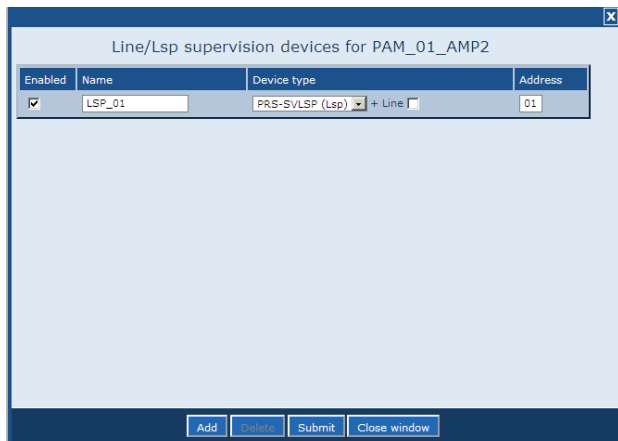

рисунок 44.18: Добавление контролирующего устройства, шаг 4
- 4 Нажмите кнопку *OK* для добавления контролирующего устройства к аудиовыходу усилителя мощности. Отобразится экран, подобный экрану, изображенному на рисунок 44.18.